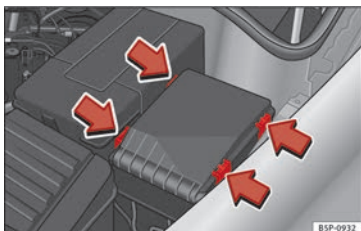

Abb. 174 Im Motorraum: Abdeckung des Sicherungskastens.
- Verriegelungstasten in Pfeilrichtung drücken, um den Deckel des Sicherungskastens zu entriegeln » **Abb. 174.**